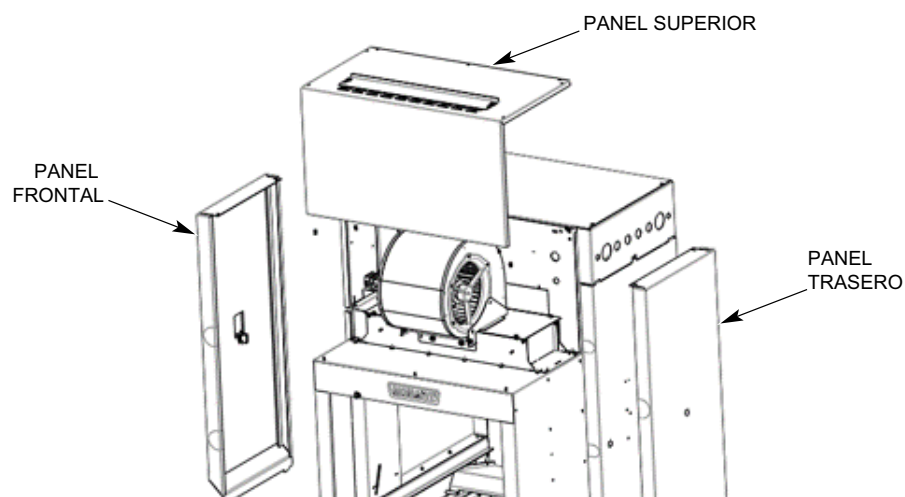

Figura 20
1. Retire los paneles que cubren el secador de aire: frontal, trasero y superior (Figura 20).